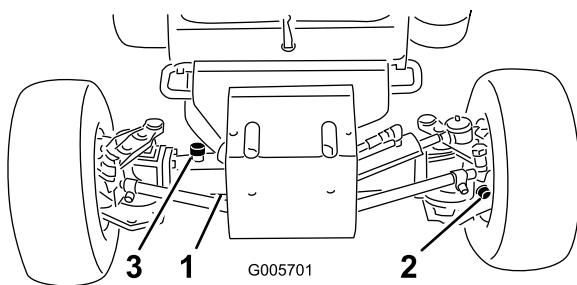

Figura 31
- Retire os tampões de verificação do eixo e certifique-se de que o lubrificante atinge a parte inferior de cada orifício. Se o nível estiver baixo, retire o tampão de enchimento e adicione lubrificante suficiente para o nível de lubrificante subir até ao fundo dos orifícios dos tampões de verificação (Figura 31).